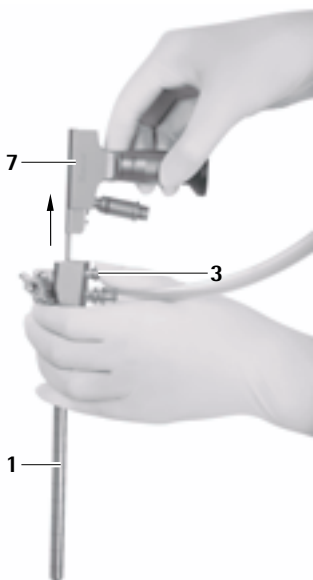

Fig. 11
- Premere il pulsante di rilascio **3** ed estrarre l'endoscopio **5** dal trocar MINOP inVent **1**, vedere Fig. 11.